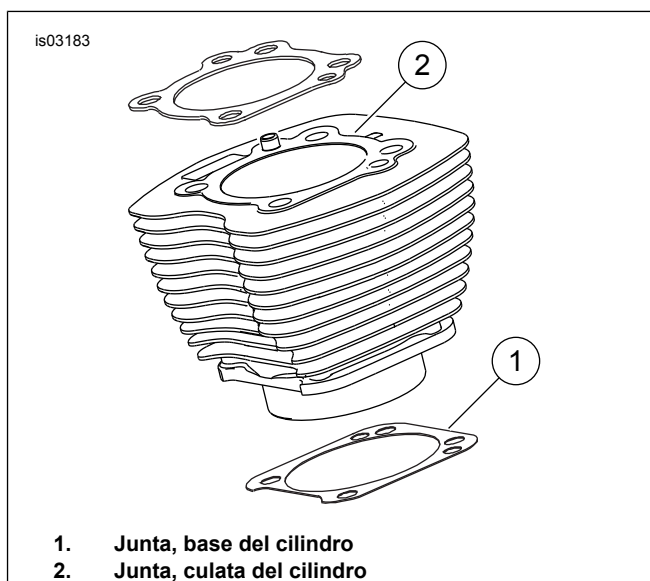

Figura 1. Juntas de los cilindros
- Vea Figura 1. La junta de la base del cilindro de 103,1 mm (4,060 pulg.) (1) y la junta de la culata del cilindro (2) eliminan la necesidad de o-rings. No utilice o-rings en los pasadores de localización del cilindro ni en las lumbreras del cilindro.
- Al instalar la nueva junta de la base (1), instale con el lado grabado hacia abajo y el lado cóncavo hacia arriba.